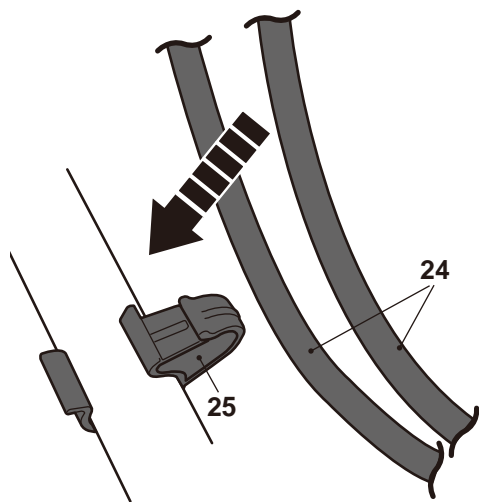

Fig. 12
> Fije las posiciones de los cables (8, 24) con sujetacables (25) (Figs. 12, 13).